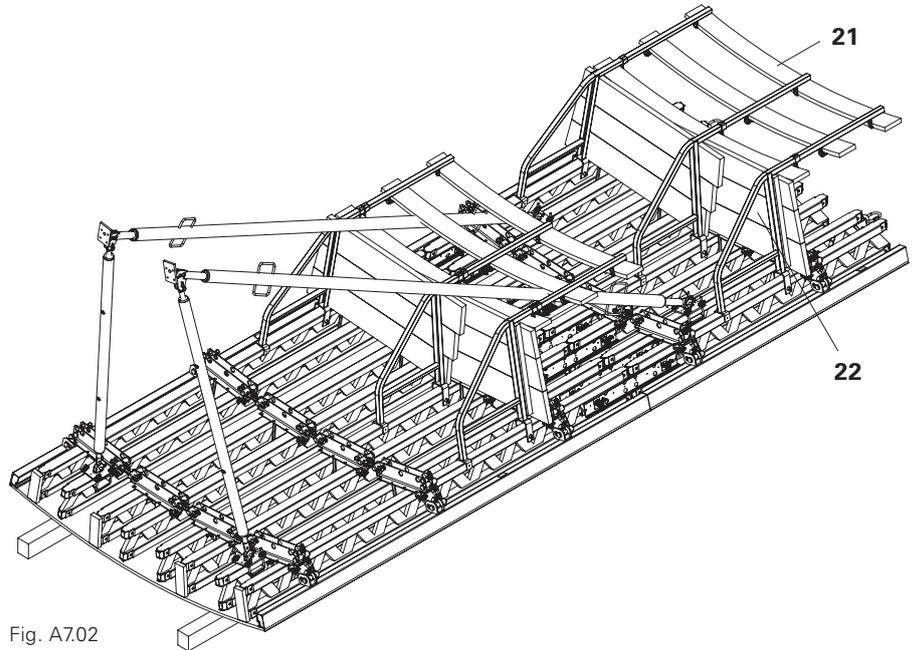

Fig. A7.02
1. Colocar tablonos de plataforma (22) en todo el ancho de la consola y asegurarlos para que no se desplacen. Fijar desde abajo con tornillos Torx 6 x 40.
2. ¡Colocar tablas de protección lateral (21) y rodapie y fijar con clavos o tornillos!
4. Adaptar plataformas, protección lateral y rodapie a los estabilizadores. (Fig. A7.02)